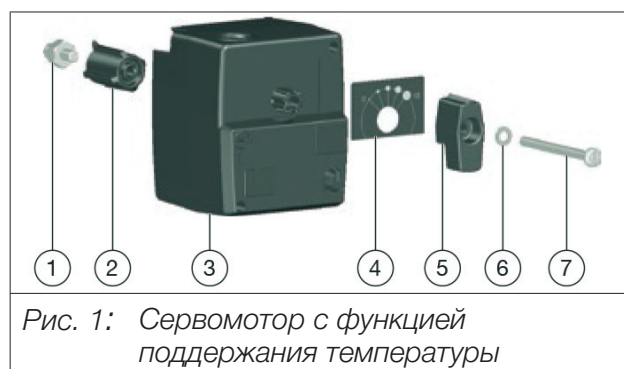
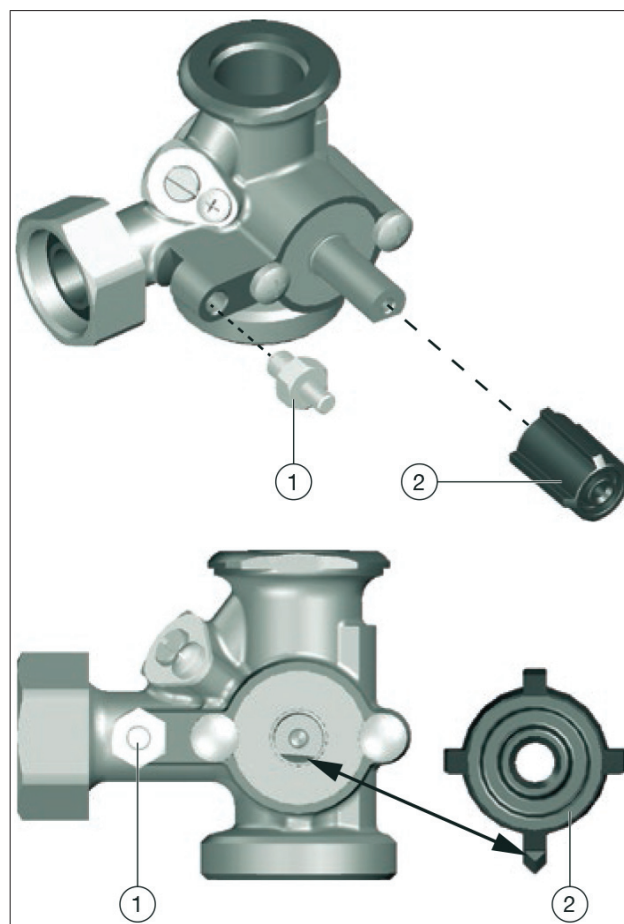

Рис. 1: Сервомотор с функцией поддержания температуры
Рис. 3: Установка
1. Проверьте положение вентильной вставки смесителя. Ее плоская сторона должна указывать вниз и быть выровнена по горизонтали (см. рис. 3 на стр. 9).
2. Прилагаемый к сервомотору адаптер (поз. 2, рис. 1 на стр. 7) надеть на вентиляную вставку смесителя. Убедитесь, что заострение ребра адаптера направлено вниз (см. рис. 3 на стр. 9).
3. Стопор вращения (поз. 1, рис. 1 на стр. 7) закрутить на корпусе смесителя (см. рис. 3 на стр. 9).
5. Смонтировать указатель направления вращения, поворотную рукоятку, стопорную шайбу и винт (поз. 4, 5, 6 и 7 рис. 1 на стр. 7) (см. рис. 5 на стр. 10).